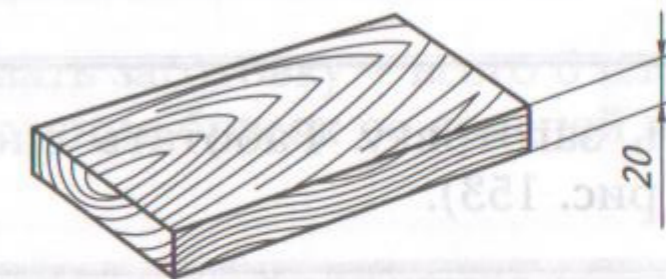

Рис. 150
1. Взять заготовку – доску без сучков и трещин (рис. 150)